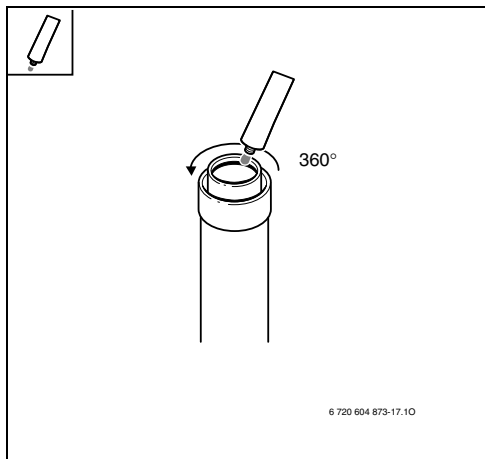

Fig. 35
► Applicare, sui raccordi e sulle guarnizioni, un velo di lubrificante esente da solventi (p.es. vaselina) (Fig. 35).